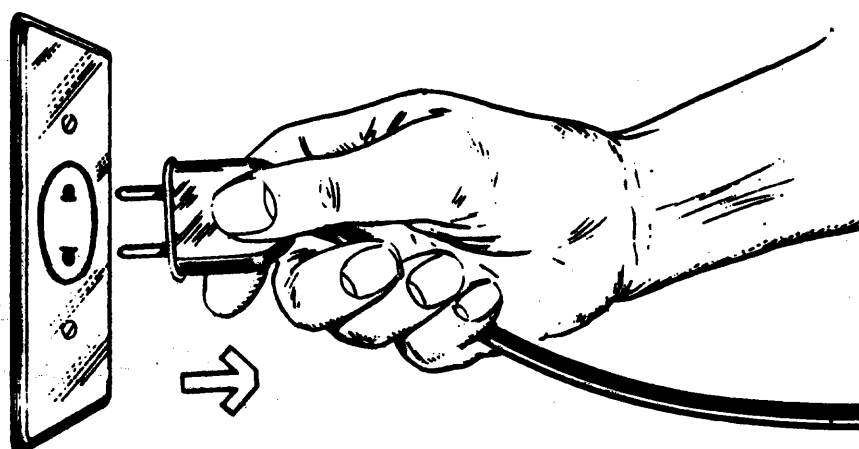

Fig. 2
*NUNCA RETIRE EL ENCHUFE TIRANDO DEL HILO (fig. 2).*